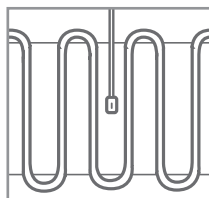
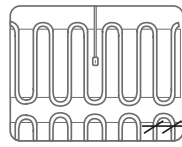

рис. 1
рис. 3
6. Расположите нагревательный мат относительно датчика температуры пола. проследите, расположение датчика должно быть внутри нагревательного мата (рис. 1) или между двумя матами (рис. 2) на равном расстоянии относительно витков греющего кабеля. Не устанавливайте датчик температуры пола между витками нагревательного кабеля (рис. 3).